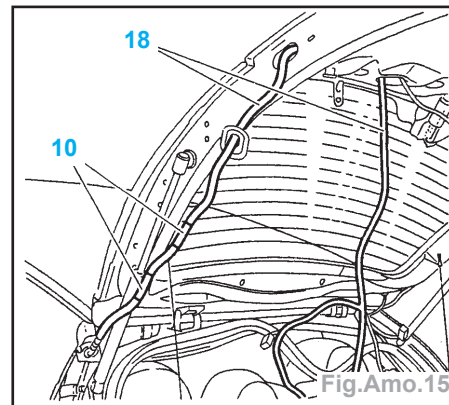

Fig.Amo.15
- Déclipper les supports de faisceau (10) et déposer le faisceau (18) (Fig.Amo.15).